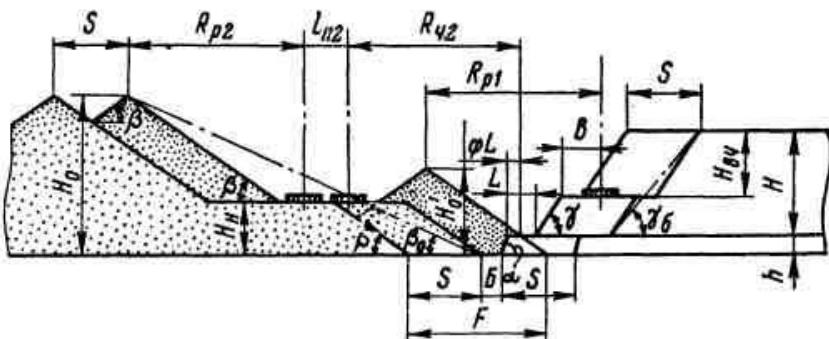

Рис. 1 Схема экскавации с драглайнами на вскрышном подуступе и на предотвале
**Задача.** Выбрать экскаватор и определить параметры системы разработки с кратной перевалкой вскрышных пород во внутренний отвал при расположении драглайна на промежуточном горизонте вскрышного уступа (рис.1).